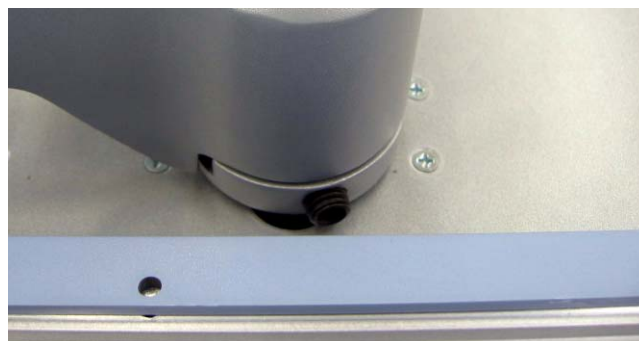

Figure 41. Détail d'un manchon de moniteur et des vis
- 8 Réglez le manchon du bras afin que ses taquets d'arrêt empêchent que le bras et le moniteur ne heurtent le pont des VU-mètres de D-Control. En général, les vis ne doivent pas se trouver au niveau du trou du pied de montage mais légèrement à droite du trou et du port du câble tel qu'illustré dans la Figure 41.